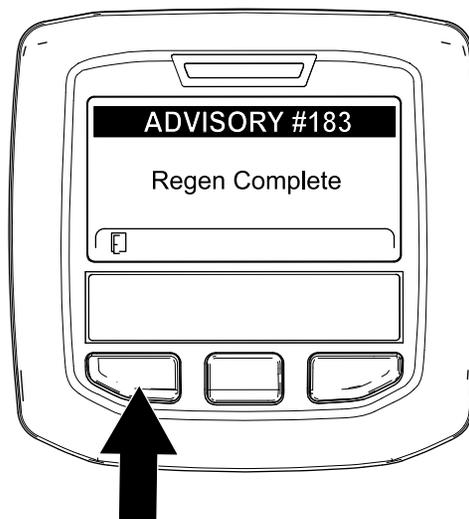

Рисунок 60
9. Когда компьютер двигателя завершает процесс стационарной или восстановительной регенерации, на дисплее инфо-центра появляется информационное сообщение № 183 (Рисунок 60). Для перехода на главный экран нажмите левую кнопку.
Примечание: Если регенерацию не удалось завершить, на дисплее инфо-центра появляется информационное сообщение № 184 (Рисунок 60). Для перехода на главный экран нажмите левую кнопку.